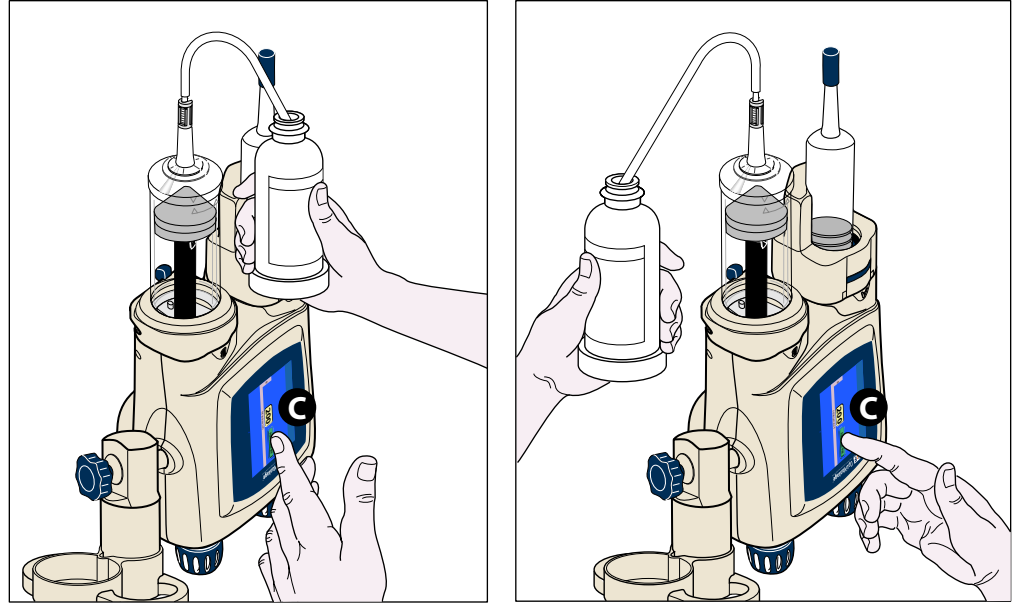

Figura 5-3-3 Enchimento de seringa do lado direito/lado esquerdo: lado B
7. Usando a técnica de assepsia, remova o tampão protetor da ponta de conexão do tubo do Conjunto de Transferência e anexe a ponta luer na seringa. Veja a Figura 5-3-3.
6. Usando a técnica de assepsia, remova o tampão protetor da ponta de conexão do tubo do Conjunto de Transferência e anexe a ponta luer na seringa. Veja a Figura 5-3-3.